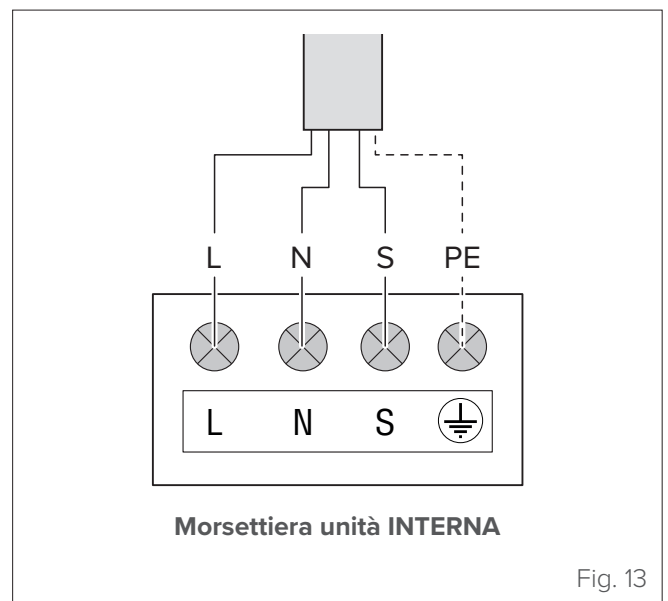

Fig. 13
- morsettiere unità interna di altri modelli ("Fig. 13")
Negli schemi delle pagine seguenti per semplicità faremo riferimento alla morsettiere di "Fig. 13".